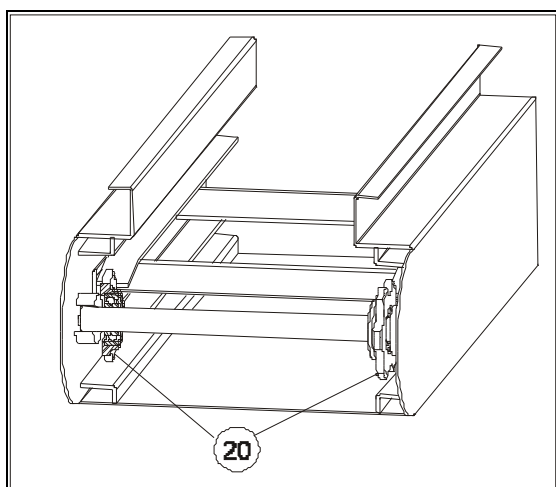
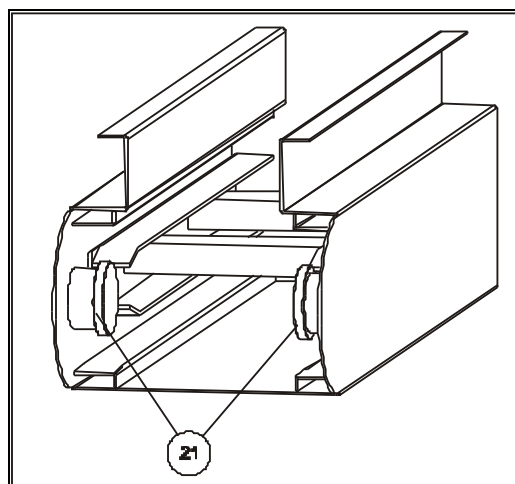

рис.4
рис.5
Возврат транспортной ленты исполнен двумя видами. Во первых с помощью звёздочек (20) посаженных на шарикоподшипниках (рис.4), или с помощью калёных жёстких роликов (21) (рис.5).